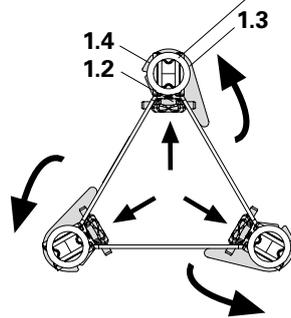

Fig. A1.01a
- Desserrer le crochet de sécurité et enclencher le loquet dans l'encoche (1.4). (Fig. A1.01a)